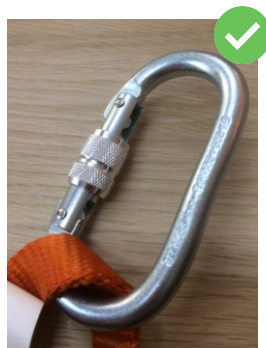

рис. 23
7. Проверьте состояние металлических элементов на отсутствие трещин, деформации, следов коррозии. Допускается легкая коррозия, не влияющая на рабочую функцию изделия (рис. 23).